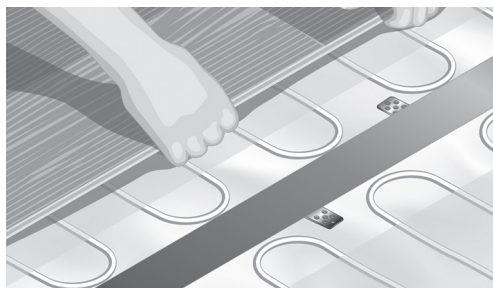

Fig. 10. Legge gulvet
11. Legge gulvet (Fig. 10).
Når gulvet legges, er enhver orientering i henhold til varmematten mulig, men det beste resultatet oppnås når orientert som illustrert på Fig. 10. Gulvet må installeres som flytende på toppen av varmematten.